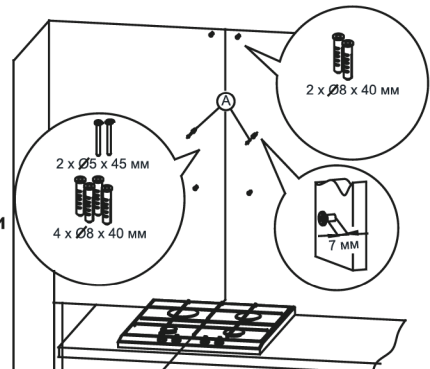

Рис. 4. Закріплення монтажних дюбелів
2. У отвори вставте дюбелі. У два отвори, позначених **A**, вкрутіть також ґвинти (залишаючи 7 мм голівки ґвинта поза дюбелю, Рис. 4).